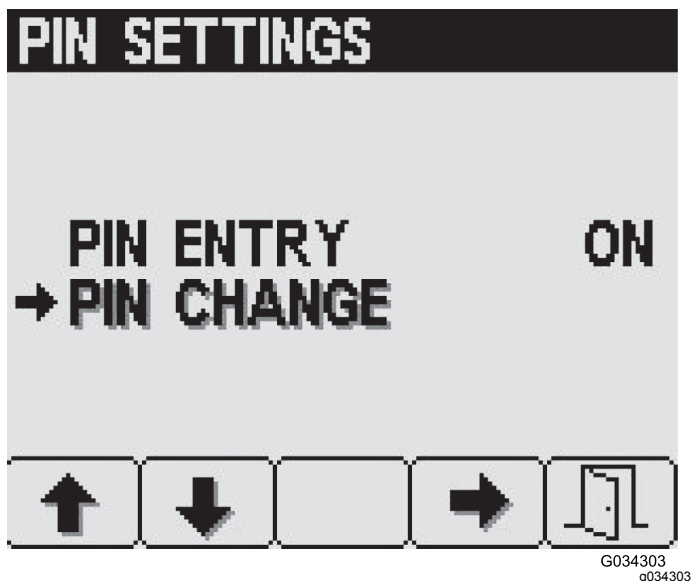

Figure 26
2. Appuyez sur le bouton 4 pour ACTIVER ou DÉSACTIVER la saisie obligatoire du code PIN (Figure 26).
1. Appuyez sur le bouton 1 ou 2 pour sélectionner l'option CHANGEMENT DE CODE PIN (Figure 26).
2. Appuyez sur le bouton 4 pour sélectionner l'option CHANGEMENT DE CODE PIN (Figure 26).